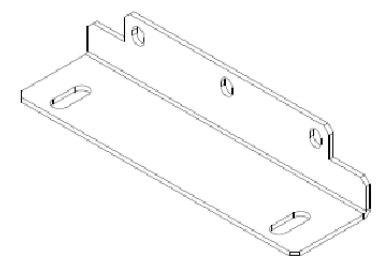

Fig8. 入出力ターミナルブロック図
4.8 入出力ターミナルブロック図 : 別紙 Fig 8 参照